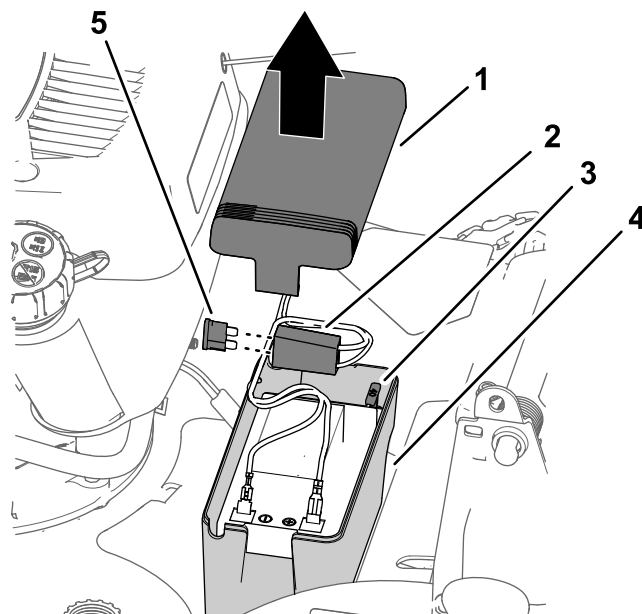

Figura 31
1. Retire la cubierta del compartimento de la batería (Figura 31).
2. Localice el fusible (Figura 31).
3. Cambie el fusible del portafusibles (Figura 31).
4. Instale la cubierta sobre el compartimento de la batería (Figura 31).